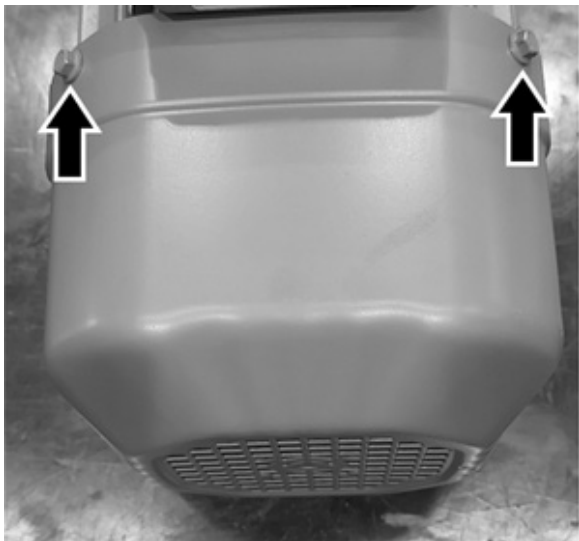
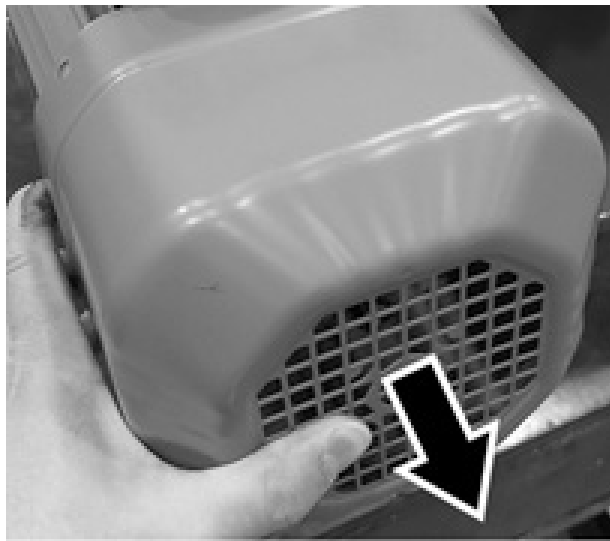

Abbildung 6.
Abbildung 7.
1. Entfernen Sie die Abdeckung der verlängerten Welle (siehe Abbildung 6 und Abbildung 7).